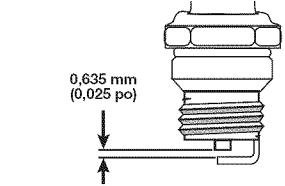

Fig. 21
4. Remplacez toute bougie fendue, encrassee ou sale. Réglez l'écartement des électrodes à 0,635 mm (0,025 po) à l'aide d'une jauge d'épaisseur (Fig. 21).